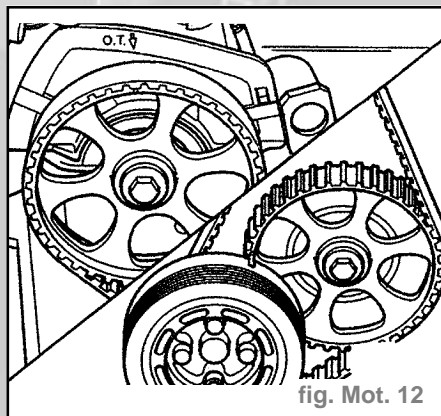

fig. Mot. 12
- Faire coïncider le repère se trouvant sur l'amortisseur de vibrations ou sur la poulie avec le repère sur le pignon d'arbre intermédiaire (PMH du cylindre 1) (fig. Mot. 12).